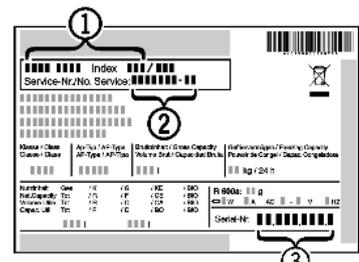

Fig. 20
- ▶ Leggere la denominazione dell'apparecchio Fig. 20 (1), il n° assistenza Fig. 20 (2) e il n° di serie Fig. 20 (3) sulla targhetta identificativa. La targhetta identificativa è situata all'interno dell'apparecchio, sul lato sinistro.
- ▶ Informare il servizio di assistenza e comunicare il difetto, la denominazione dell'apparecchio *Fig. 20 (1)*, il n° assistenza *Fig. 20 (2)* e il n° di serie *Fig. 20 (3)*.